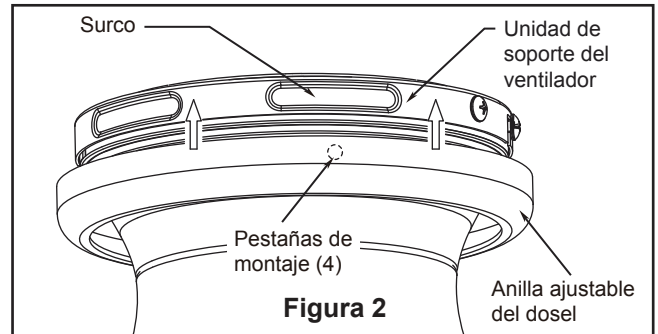

Figura 2
Uso de perfil profundo (Figura 2)
Debe colgar el ventilador a una distancia mínima de 2,13 m desde las aspas hasta el piso. (Figura 2)
2. Presione hacia arriba el anillo de la cubierta de tornillos para ocultar los tornillos. Así, las pestañas de montaje se coloquen en las ranuras con muescas ubicadas en la cubierta del techo entre los tornillos. (Figura 2)
2. Instale la ensamble de la placa de iluminación en el soporte utilizando las dos ranuras principales de conexión. Vuelva a colocar el tercer tornillo y asegure los tres tronillos. (Figura 2)
- 2.** Restaure la fuente de alimentación de la toma de corriente enciendiendo la electricidad del fusible principal. (Figura 2)